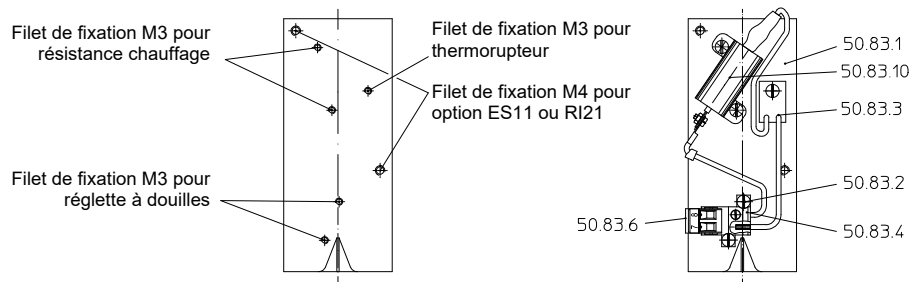

Fig. 14: Montage du chauffage ARI-PREMIO® 2,2-15 kN
- Fixer le sous ensemble de chauffage complètement monté (sur équerre de fixation) à l'emplacement prévu sur l'embase (Fig. 14) à l'aide des vis livrées à cet effet.